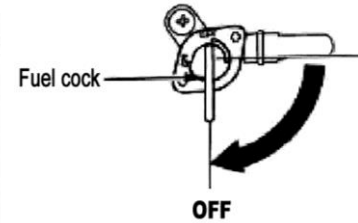

Fig. 18
3. Set the fuel cock to “ OFF ”. (Fig.18) 。（Option）